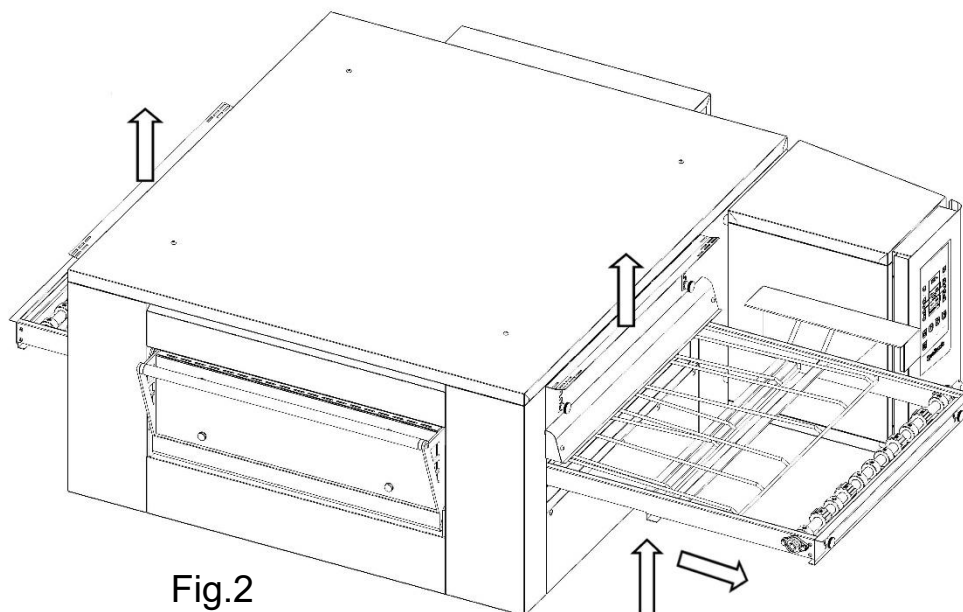

Fig.2
6. Levantar las compuertas de ingreso y salida en posición de máxima apertura (ver Fig.2 párrafo 9.3.1).
7. Levantar la bancada red de ambos lados y sacarla en dirección lado comandos (ver Fig.2 párrafo 9.3.1).
5. Levantar las compuertas de entrada y salida hasta la posición de máxima apertura (Fig. 2).
6. Levantar la bancada red por ambos lados y extraerla hacia el lado de los comandos (Fig. 2).